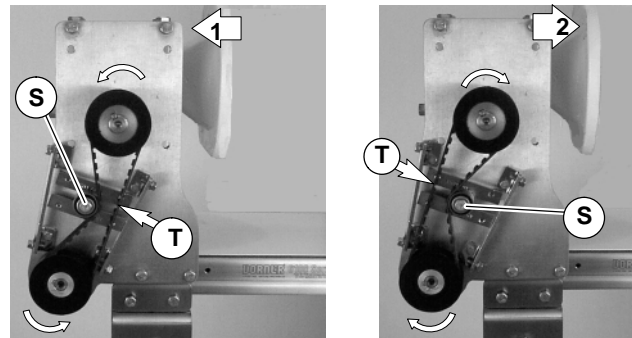

Abbildung 8
7. Je nach Laufrichtung des Fördergurtes (1 oder 2 der Abbildung 8) Lage der Zahnriemen-Spannvorrichtung (S) wie gezeigt positionieren. Zahnriemen spannen, bis eine Durchbiegung von 3 mm